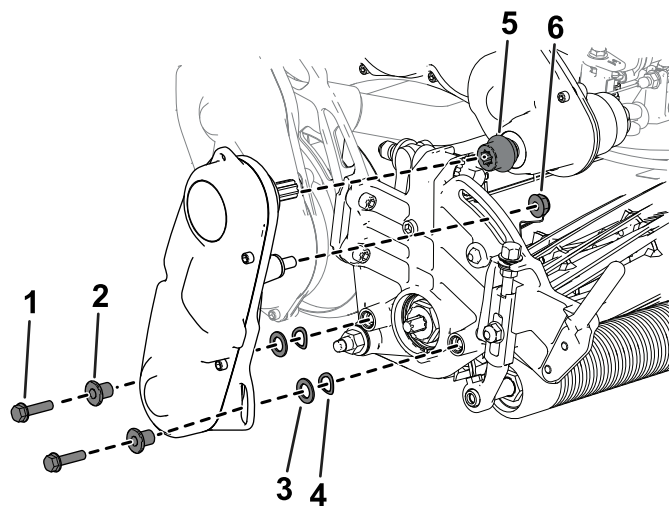

Figure 8
4. Installez le coupleur sur l'arbre d'entraînement de la transmission (Figure 8).
5. Utilisez les fixations retirées précédemment pour monter l'entraînement du cylindre sur l'unité de coupe (Figure 8).
6. Vérifiez que le coupleur (Figure 8) peut se déplacer facilement d'avant en arrière sur l'arbre d'entraînement.